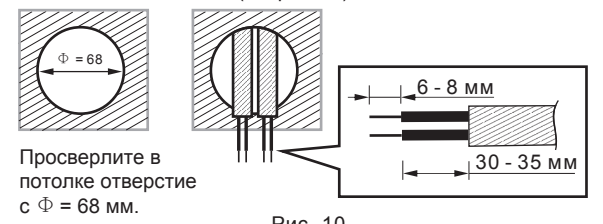

Рис. 10
3.3.2.1 Чтобы установить датчик, просверлите отверстие диаметром 68 мм в потолочной плите и держите кабель питания снаружи. Зачистите изоляцию кабеля на 6–8 мм для подключения (см. рис. 10).